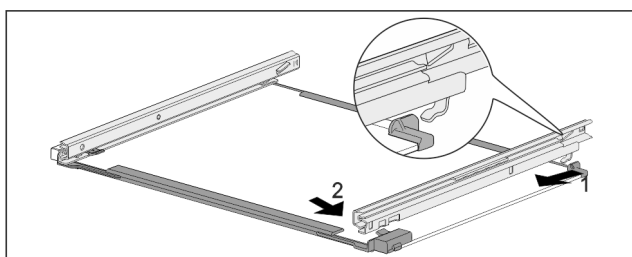

Fig. 192 Glasplade med skinner
- Fastgør skinnen bagtil. Fig. 192 (1)
- Lad skinnen gå i indgreb foran. Fig. 192 (2)